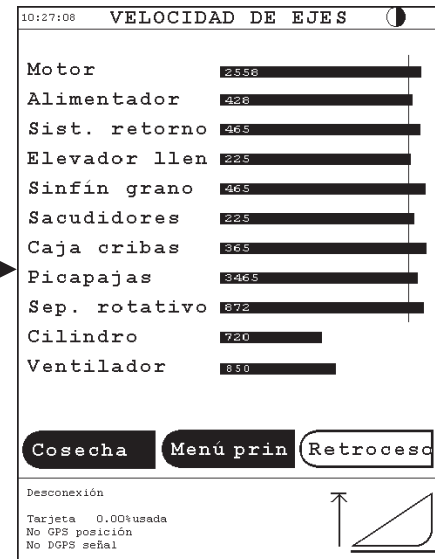

Fig. 1
**Alarma de seguridad del motor - Fig. 1**